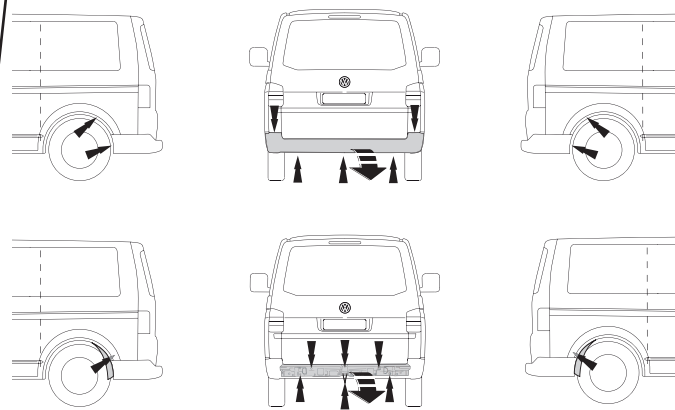

Fig.3
1. Снять оба блока задних фар. (на рис. 3)
2. Снять бампер вместе со стальным буферным брусом автомобиля; буферный брус больше не понадобится. Поставить болты на место. (на рис. 3)
1. Снять бампер. (на рис. 3, 3а)
2. Снять арматуру бампера. (на рис. 3, 3а)